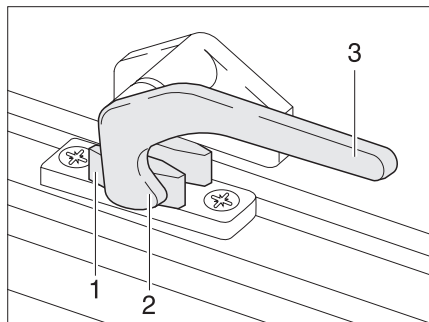
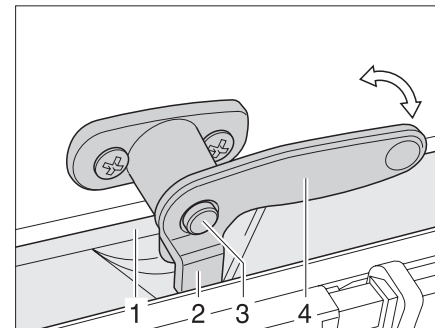

Fig. 18 Leva di serraggio in posizione "chiuso"
Fig. 19 Leva di serraggio con bottone di sicurezza in posizione "chiuso"
- ▶ Se presente, premere il bottone di sicurezza (Fig. 19,3) e mantenerlo premuto.
- ▶ Ruotare la leva di serraggio (Fig. 18,3 o Fig. 19,4) di un quarto di giro verso il centro della finestra.
- ▶ Ruotare la leva di serraggio (Fig. 18,3 o Fig. 19,4) di un quarto di giro verso il telaio della finestra. Il nasello di chiusura (Fig. 18,2 o Fig. 19,2) si trova sul lato interno della chiusura della finestra (Fig. 18,1 o Fig. 19,1).
- in posizione "Completamente chiusa" (Fig. 18)